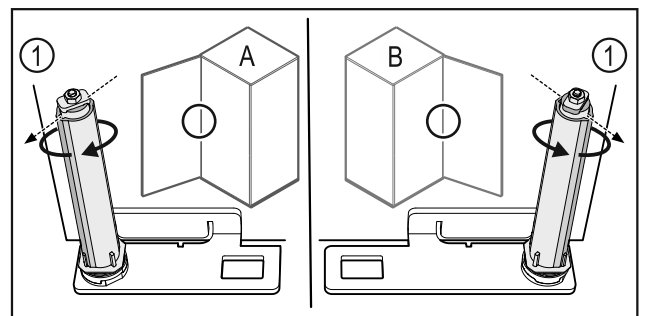

Fig. 61 Левое навешивание (A) / правое навешивание (B)
- ▶ Поворачивайте систему закрытия, преодолевая сопротивление до тех пор, пока ее ребро Fig. 61 (1) не будет направлено наружу.